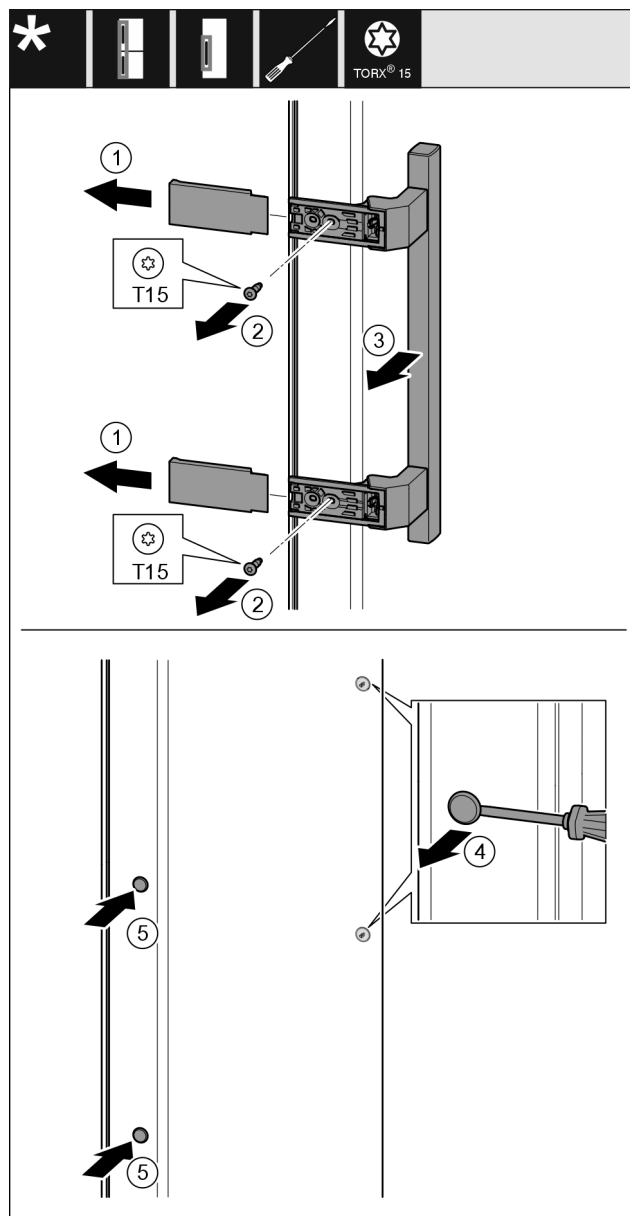

Fig. 22
- Togliere la copertura Fig. 22 (1).
- Estrarre le viti Fig. 22 (2) con un cacciavite.
- Rimuovere la maniglia Fig. 22 (3).
- Sollevare il tappo laterale Fig. 22 (4) con cautela con un cacciavite a intaglio ed estrarlo.
- Reinserire il tappo Fig. 22 (5) sull'altro lato.